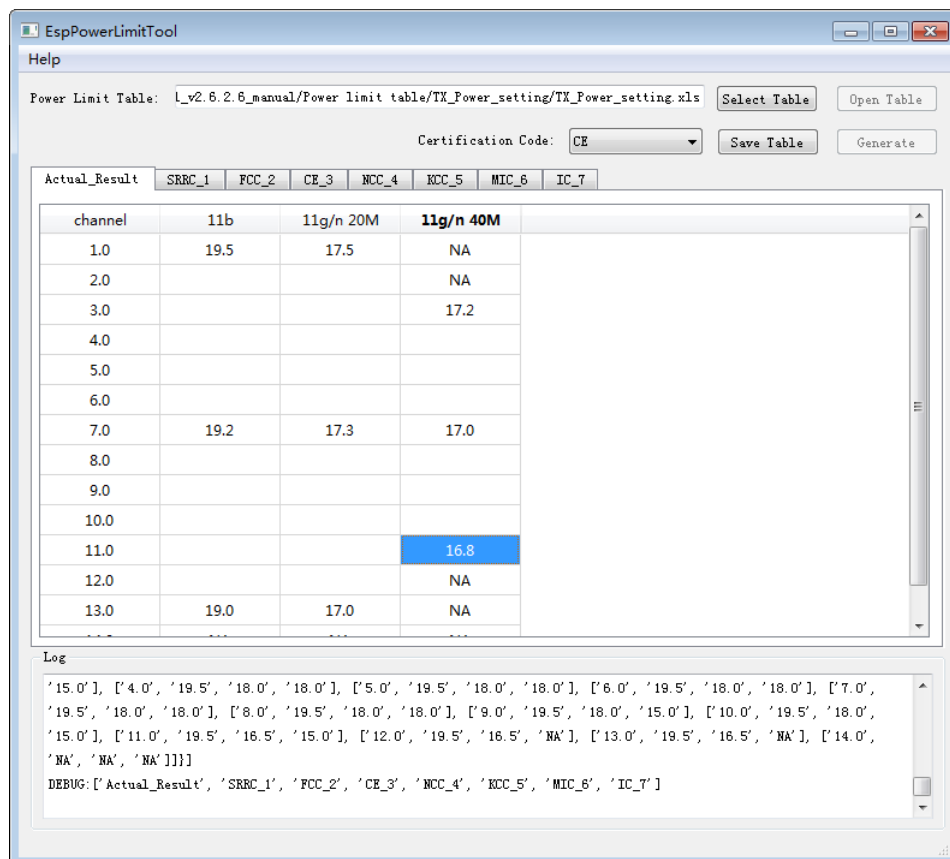

图 1-7. 填写实测功率值
- 11n-40M 测试 MCS0 速率，三个信道功率分别为 17.2 dBm、17 dBm、16.8 dBm，如图 1-7 所示。